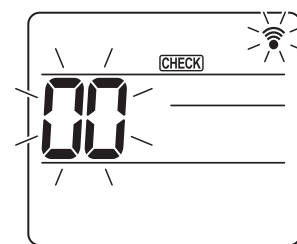
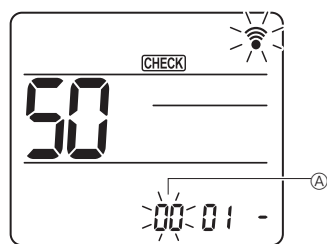
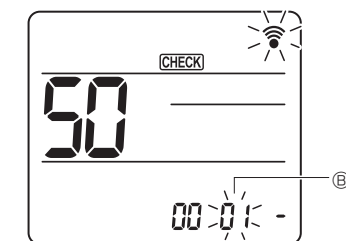

Fig. 6-14
Fig. 6-15
Fig. 6-16
- ① Перехід у режим вибору функції
- Загориться [CHECK] (ПЕРЕВІРКА) і почне блимати «00». (Fig. 6-14)
- ② Встановлення номера
- Натисніть кнопку [DOWN] для встановлення номера блока ④. (Fig. 6-15)
- ③ Вибір режиму
- Натисніть кнопку [DOWN] для вибору номера режиму ⑥. (Fig. 6-16)